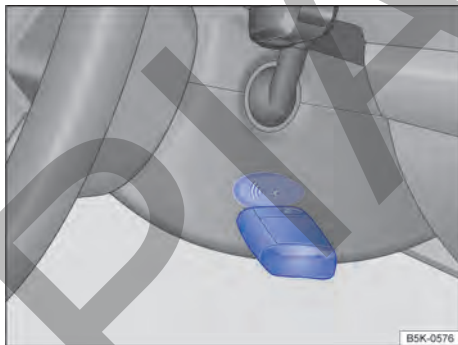

Fig. 91 A la derecha en la columna de dirección: función de arranque de emergencia en vehículos con sistema de bloqueo y de arranque Keyless Access sin llave.
- Mantener la llave del vehículo directamente después de presionar el botón de arranque a la derecha de la columna de dirección → fig. 91.